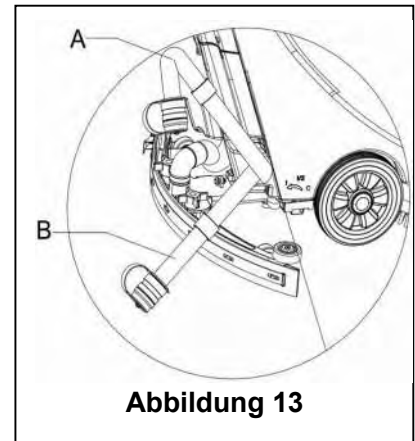

Abbildung 13
2. Heben Sie mit dem Hebegriff der Sauglippe (14) den Abstreifer an.
4. Greifen Sie den Lenker (2) und kippen Sie vorsichtig das Gerät zurück, bis das Führungsräder den Boden berührt. (Ankoppeln des Geräts, siehe Maßnahmen im Abschnitt Anhalten des Geräts.)
5. Nehmen Sie den Ablaufschlauch vom Befestigungsclip, biegen Sie das obere Ende des Ablaufschlauchs (wie in **A, Abbildung 13**, dargestellt). Öffnen Sie dann die Abdeckung des Ablaufschlauchs, senken Sie den Ablaufschlauch auf ein niedriges Niveau oder auf den Boden, um das Wasser abzulassen. Alternativ können Sie den Ablaufschlauch in eine niedrige Position oder auf den Boden absenken, damit der Wasserablauf nach unten zeigt (wie in **B, Abbildung 13**, dargestellt). Drehen Sie dann die Abdeckung des Wasserablaufschlauchs auf, um das Abwasser aus dem Tank zu leiten. Reinigen Sie nach der vollständigen Entleerung den Schmutzwassertank mit sauberem Wasser.
Beim Ablassen des Abwassers muss das Vakuum-Rohr für Abfälle gefaltet oder abgesenkt werden (wie in Abbildung 13, A oder B dargestellt). Öffnen Sie dann den Deckel des Vakuum-Rohrs für Abfälle, um das Wasser abzulassen. Heben Sie den Ablauf des Vakuum-Rohrs für Abfälle nicht nach oben an, um das Wasser vertikal abzulassen. Damit vermeiden Sie, dass Abwasser auf den Anwender spritzt.